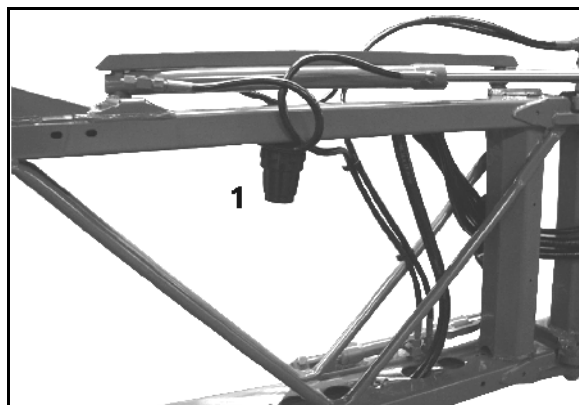

Рис. 152
- Чистите линейный фильтр (Рис. 152/1) в зависимости от условий эксплуатации приблизительно каждые 3 – 4 месяца.